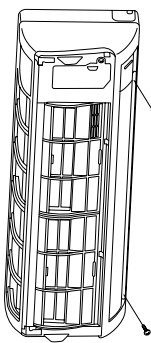

Fig. 3-12
- (2) Extraiga los 2 tornillos. (Fig. 3-12)
- (2) Asegúrese de que la rejilla y el bastidor se encuentran bien fijados mediante la conexión de las lengüetas.
- (3) Fije la rejilla con los 2 tornillos anteriormente extraídos. (Fig. 3-12)